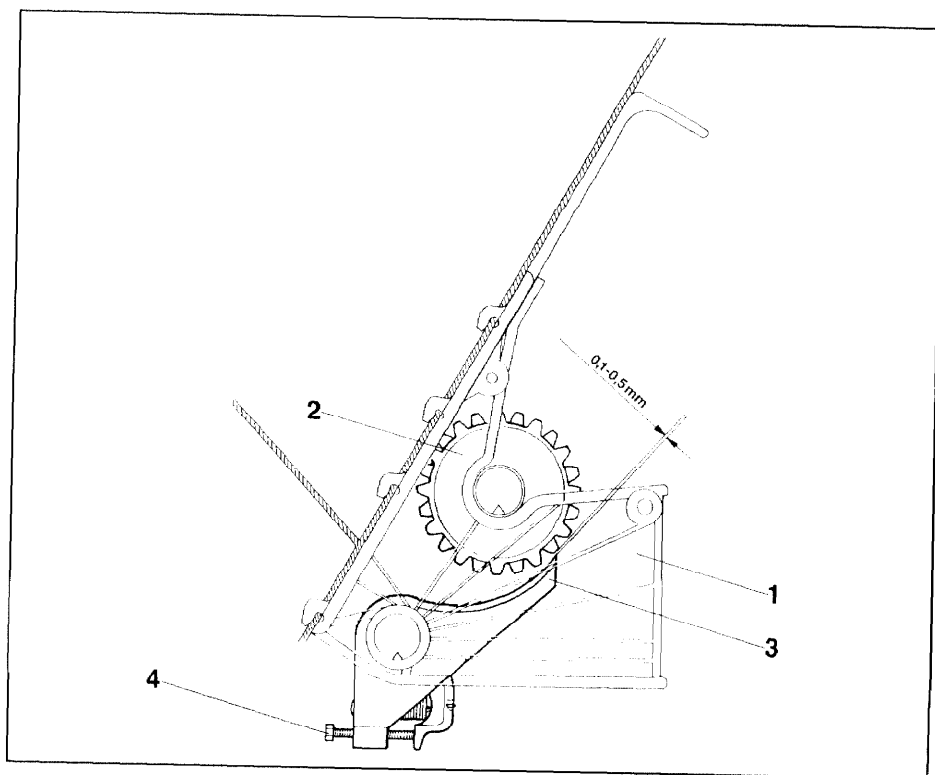

Fig. 130
- 2) Controleren of de voorgeschreven afstand van 0,1 mm. tot 0,5 mm. (zie fig.130) tussen bodemklep (fig.130/3) en zaairad (fig.130/2) in elk zaaihuisje aanwezig is. Daarbij dient men het gekontroleerde zaairad met de hand op de zaaias te draaien.
- 3) Voorgeschreven afstand bij afwijkingen met de veerspan-bout (fig.130/4) instellen.